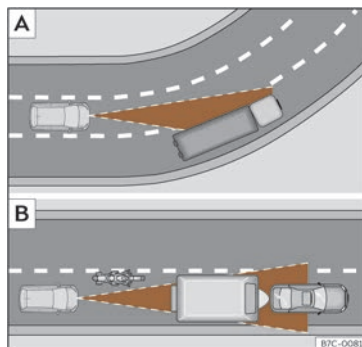

Fig. 133 A) Vehicle en un revolt. B) Motociclista circulant per davant fora del radi d'acció del sensor de radar.
>>> **fig. 133**
- Vehicles que circulin desalineats o fora de la zona de detecció del sensor, per exemple, motocicletes >>> **fig. 133**